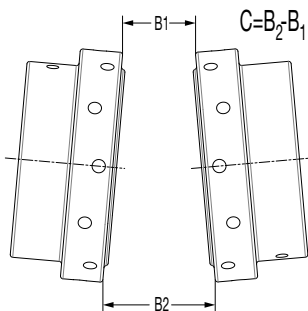

Figura 3 - Desalineamiento angular
2. Utilizando reglas milimétricas o calíperes, revise el desalineamiento angular midiendo la dimensión "B" en cuatro lugares del diámetro externo del cubo a 90° entre sí, tal como se aprecia en la figura 3. Use las mediciones de "B₂" y "B₁" para calcular "C". Ajuste el equipo hasta que las mediciones "C" no sobrepasen el valor indicado en la tabla 3.